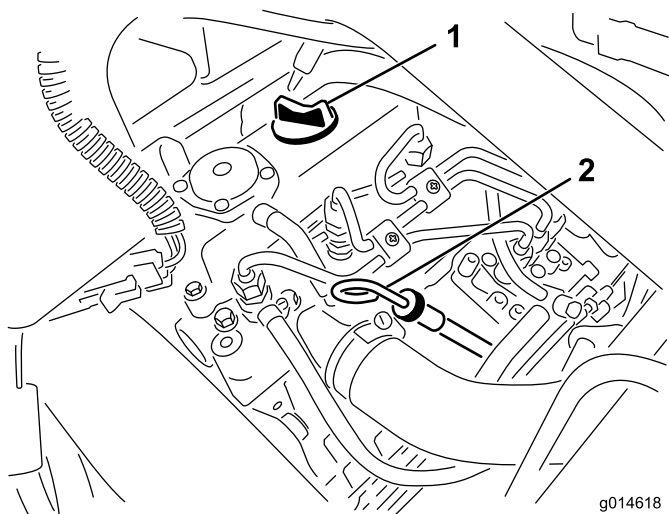

図 25
2. ディップスティックを抜き、ウェスで一度きれいに拭く(図 25)。ディップスティックを、首の根元までもう一度しっかりと差し込む。首から引き抜いて油量を点検する。油量が足りなければ、バルブ・カバーについている補給口のキャップを取り、ディップスティックの FULLマークまで **ゆっくりと** 補給する。補給するときは、ディップスティックで確認しながら少量ずつ入れてください。**入れすぎないこと。**